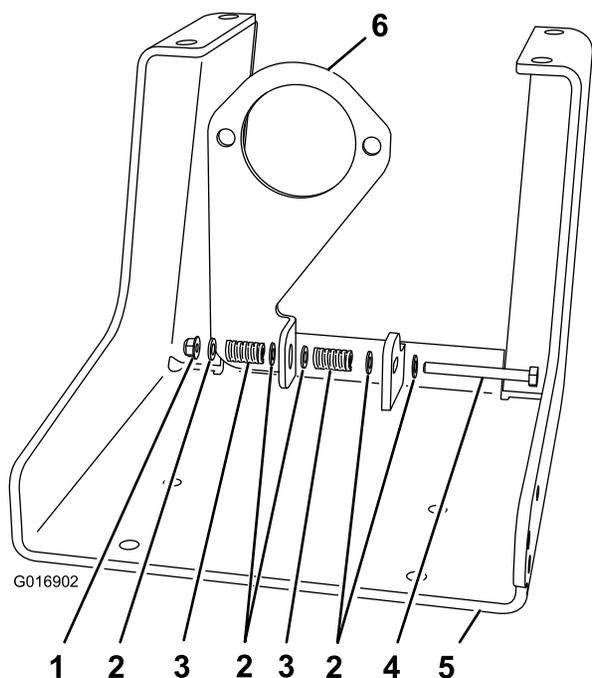

Figura 2
4. Infilate la rondella sulla vite di ammortizzazione e inserite la vite nel foro per il supporto antivibrazione sulla staffa di montaggio della pompa irroratrice (Figura 2).
5. Infilate gli elementi che seguono sulla vite di ammortizzazione, nell'ordine indicato: una rondella (n. cat. 3256-23), una molla (n. cat. 110-5331) e una rondella (n. cat. 3256-23) (Figura 2).
6. Inserite la vite di ammortizzazione (con gli elementi elencati al punto 5) nel foro della piastra (Figura 2).
7. Infilate gli elementi che seguono sulla vite di ammortizzazione, nell'ordine indicato: una rondella (n. cat. 3256-23), una molla (n. cat. 110-8331), una rondella (n. cat. 3256-23) e fissate questi elementi con un dado di bloccaggio (n. cat. 104-8300) (Figura 2).